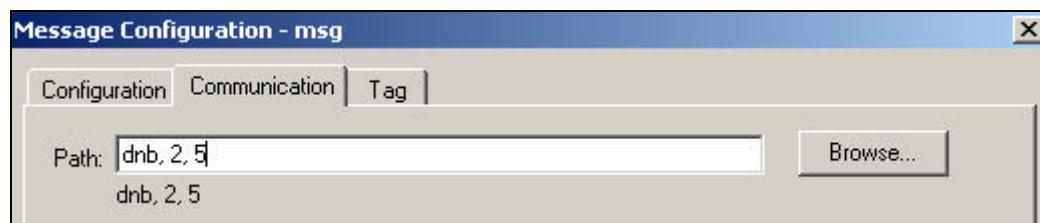

图3-99 Communication 选项卡设置
43. 图3-99所示。其中，2表示DeviceNet网络端口，5表示PowerFlex40的网络节点号。